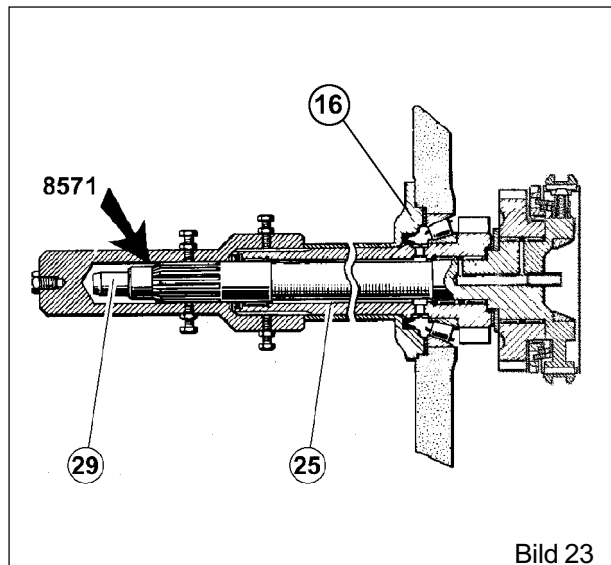
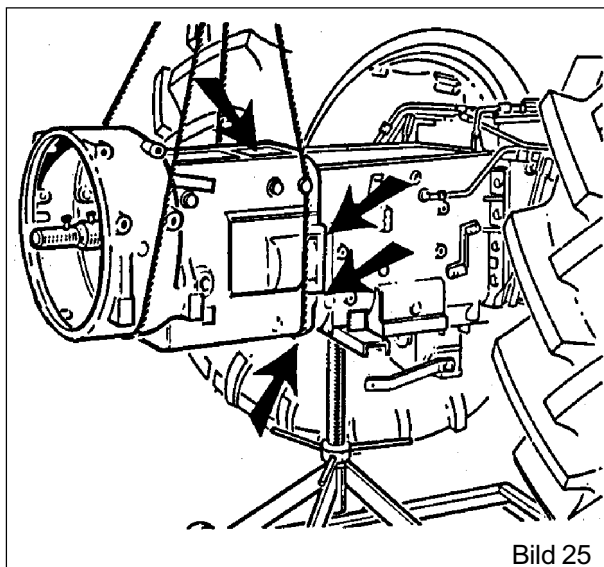

Bild 23
Bild 25
Proportionalabgriff (Bild 25)
- Die Hülse 8571 und die Kupplungsführung (16) ausbauen, damit die Dichtungen (18) und (19) ersetzt werden können (Bild 23 und 24).
- Die Kupplungsführung (16) wieder einbauen.
- Die Hülse 8571 wieder einbauen und auf den Kupplungswellen (29) und (25) befestigen (Bild 23). Das Getriebe mit Gurten und einem Kettenzug halten (Bild 25).